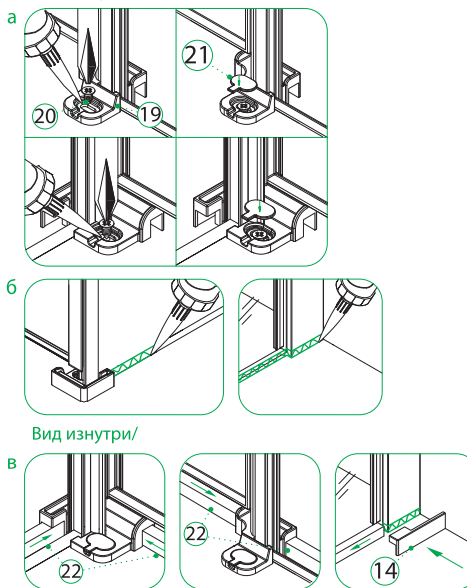

Рис. 15/15-сур.
11. Произвести установку углового коннектора нижнего профиля (№19) и напольного держателя стекла (№16), предварительно обработав санитарным силиконовым герметиком стороны соприкосновения с напольным покрытием для полной герметизации и зафиксировать с помощью шурупов (рис. 15-а). Обработайте санитарным силиконовым герметиком стыки ограждения с напольным покрытием (рис. 15-б). После чего установите напольные профили (№22) и нижние накладки профилей (№14, рис. 15-в). Время высыхания 24 часа!